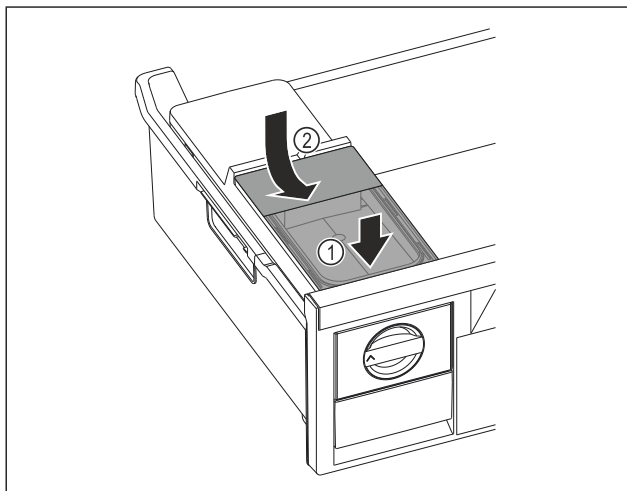

Fig. 104
- Placer le réservoir d'eau à l'avant. Fig. 104 (1)
- Abaisser le réservoir d'eau à l'arrière. Fig. 104 (2)